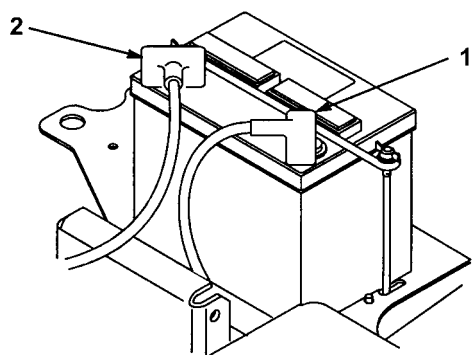

図 7
2. スタータからの赤い（+）ケーブルを（+）端子に固定する（図7）。レンチで固定し、ワセリンを塗布する。ケーブルが擦れて磨耗するような配線はさける。座席でケーブルをはさまないように特に注意すること。